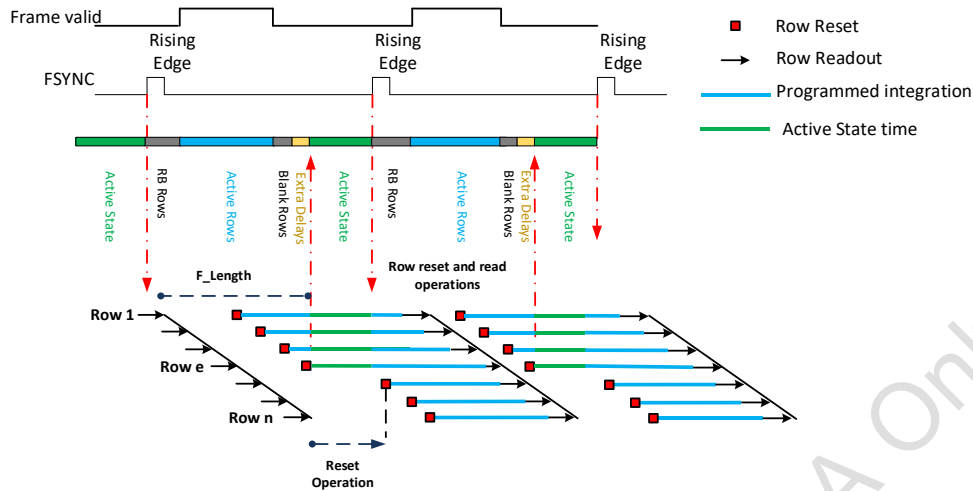

图 2-2 Slave Mode 曝光实现图
- 3) Active State 时, 芯片停止输出及停止 Row reset 操作, 如图 2-2 所示, 会导致一帧图像 Row 1~Row e 行与 Row (e+1)~Row n 行的曝光时间不同, Row 1~Row e 行的曝光时间比 Row (e+1)~Row n 行的曝光时间大, 多出的时间为 Active State time, 为避免这种曝光差异, 要求外部精确控制 FSYNC, 使 Active State 控制在 40ns 以内, 保证一帧内的每行曝光时间基本一致;